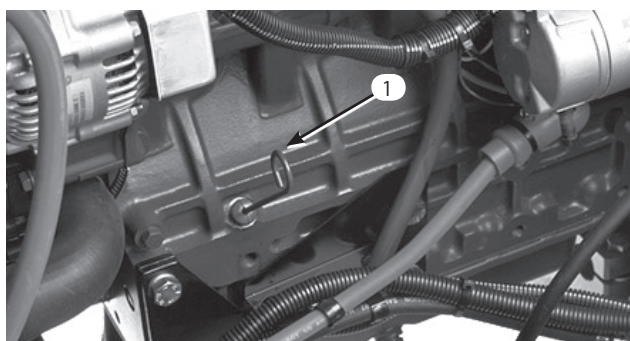

図3
3. ディップスティックを抜き取り、付いているオイルをウェスできれいに拭き、もう一度一杯に差し込んで抜きとる：FULL 位置（図3）まであればよい。